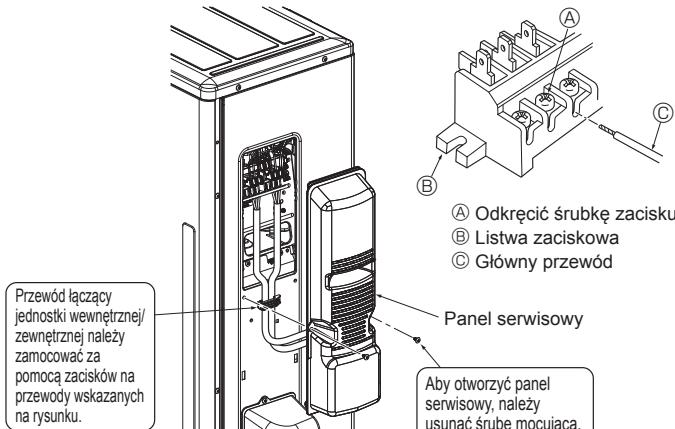

Fig. 6-3
6.1. Jednostka zewnętrzna (Fig. 6-1, Fig. 6-2, Fig. 6-3)
- ① Usunąć panel serwisowy.
- ② Podłączyć przewody zgodnie z Fig. 6-1, Fig. 6-2 i Fig. 6-3.